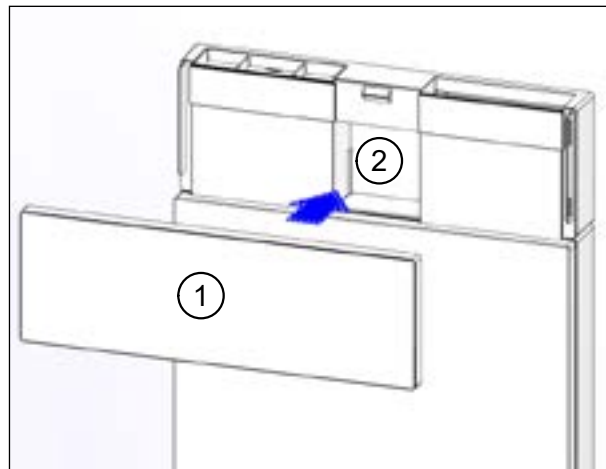

Рис. 54: установить крышку на адаптер.
- Установите крышку (поз. 1 на рис. 54) на канальный адаптер (поз. 2 на рис. 54).